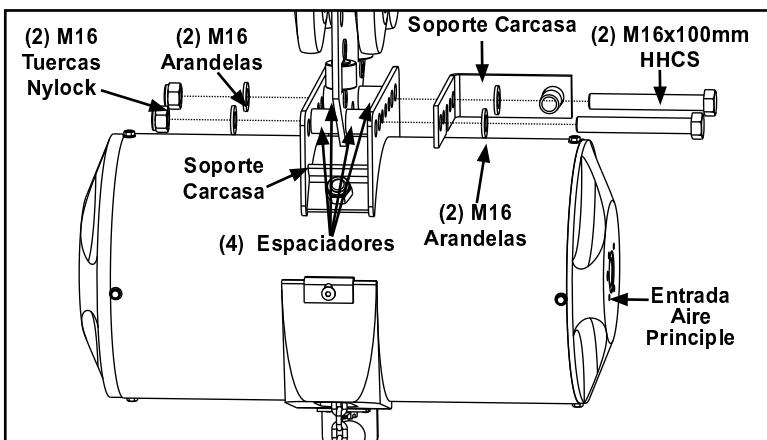
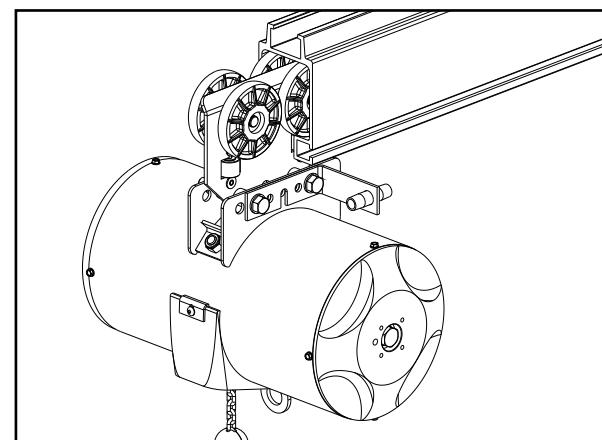

Figura 3-79
Figura 3-80
- Paso 1. Deslice dos (2) M16 x 100 mm HHCS con arandelas M16 atreves de soporte para aire y en un lado del soporte de la carcasa. Vea Figura 3-79
- Paso 2. Junte Carros con espaciadores dentro del soporte del balanceador deslizando un espaciador de (1) 5/8" (16 mm) x 1" (25 mm) en cada tornillo y deslice los tornillos atreves de los orificios de montaje en el carro. Vea Figura 3-79.
- Paso 3. Instale los dos (2) espaciadores restantes, uno (1) por tornillo, entre el carro y la segunda placa del soporte de la carcasa.
- Paso 4. Instale dos (2) Tueras Nylock M16 x 2.0 y arandelas planas M16 en tornillos de montaje.
- Paso 9. Coloque el carro en el riel. Vea Figura 3-80.